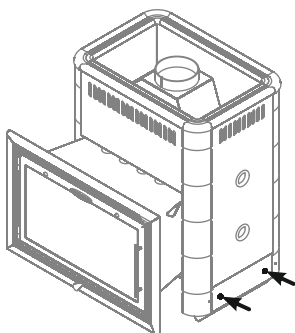

Рисунок 12. Демонтаж заглушки для переустановки зольного ящика.
2. Демонтировать заглушку на противоположной стороне топке, открутив два самореза (см. рисунок 12)